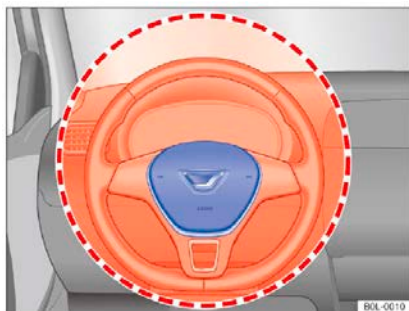
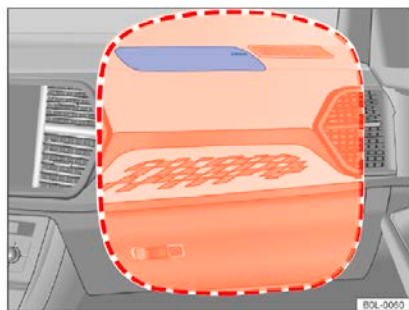

Рисунок 28 Место установки и объем фронтальной подушки безопасности водителя
Рисунок 29 Место установки и объем фронтальной подушки безопасности переднего пассажира
Фронтальные подушки безопасности переднего ряда в сочетании с ремнями безопасности обеспечивают дополнительную защиту головы и грудной клетки пассажиров передних сидений при сильном лобовом столкновении. Пассажиры в первом ряду должны находиться как можно дальше от фронтальных подушек безопасности → стр. 23, Правильное и безопасное сидение. Таким образом, при срабатывании фронтальной подушки безопасности она полностью раскрывается и, таким образом, обеспечивает максимальную защиту. Фронтальная подушка безопасности водителя установлена на рулевом колесе → рис. 28, а фронтальная подушка безопасности пассажира переднего ряда установлена на приборной панели → рис. 29, где буквы «AIRBAG» обозначают положение установки подушки безопасности. Область, обведенная красными линиями на рисунке, представляет собой зону действия (зону раскрытия), когда фронтальная подушка безопасности срабатывает. Поэтому в этой зоне не должны храниться или фиксироваться никакие предметы → ⚠ Фронтальные подушки безопасности водителя и пассажира на переднем ряду при срабатывании не касаются оригинальных аксессуаров.
- Помните, что фронтальные подушки безопасности установлены на рулевом колесе → рис. 28 и на приборной панели → рис. 29.